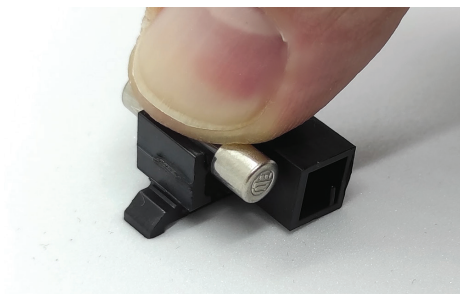

Рисунок 15 – Установка предохранителя в держатель предохранителя
3.2.6. Установить предохранитель в держатель предохранителя, надавив на него, чтобы он зашел вплотную в держатель (рисунок 15).